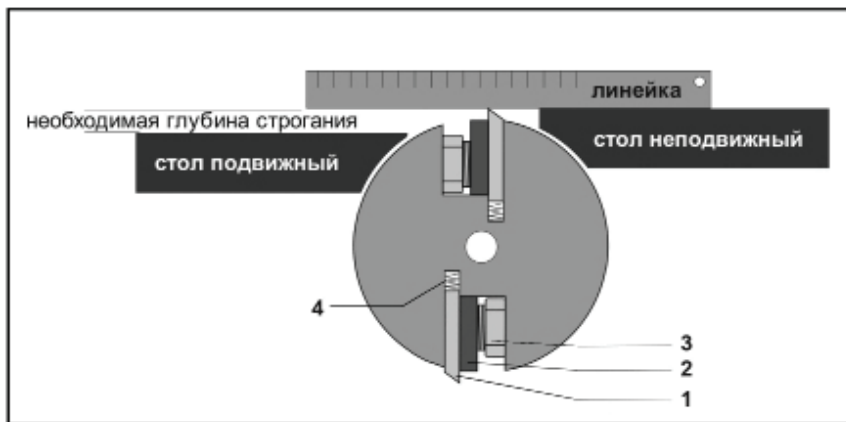

рис. 9
### 8.2 Выставление ножей (рис. 9)
- освободить нож (рис.9 поз.1), путём отворачивания четырёх специальных болтов (рис.9 поз.3), до состояния свободного его перемещения;
кромка ножа совпадала с плоскостью стола, т.е. режущая кромка ножа должна слегка касаться нижней грани линейки (доведение ножа до линейки производит пружина рис.9 поз.4);
- закрепить нож, вывинчивая специальные болты(рис.9 поз.3) из планки прижимной (рис.9 поз.2);
- после окончательной затяжки болтов (рис.9 поз.3) ещё раз проверить линейкой правильность выставления ножей на обоих концах барабана. Разность высоты ножей на левом и правом концах не должна превышать 0,1мм. Сами же ножи должны выступать над образующей барабана на 1,1(-0,1)мм.